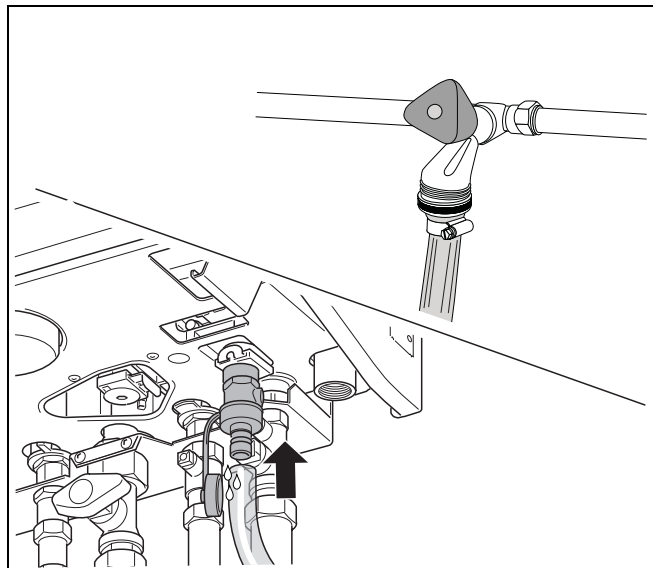

Abb. 13 Heizungsanlage befüllen
- Verschlusskappe abschrauben und Schlauchtülle auf den Füll- und Entleerhahn (Abb. 13) aufschrauben.
- Einen mit Wasser gefüllten Schlauch auf die Schlauchtülle stecken (Abb. 13).